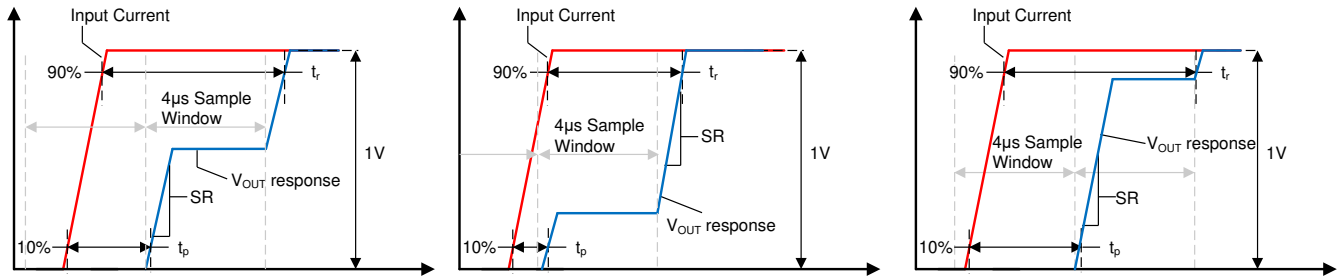

图 8-3. 小电流输入阶跃瞬态响应
压摆率 (SR) 定义为单个积分阶跃输出转换的  $V_{OUT}$  变化率，如图 8-3 所示。该器件通常需要两个采样窗口才能达到其最终值的 90% 完全稳定，因此该压摆率不等于完全输出摆幅的 10%-90% 转换时间。
传播延迟是输入电流波形达到其最终值的 10% 和  $V_{OUT}$  达到其最终值的 10% 之间的时长。该传播延迟在很大程度上取决于输入电流阶跃的对齐情况和 TMCS1108-Q1 的采样周期，如图 8-3 中几种不同采样窗口的情况所示。
响应时间是输入电流达到其最终值的 90% 和输出达到其最终值的 90% 之间的时长，这使输入电流阶跃足以在输出上引起 1V 转换。图 8-3 展示了 TMCS1108-Q1 在三种不同时间情形下的响应时间。除非在一个采样窗口开始时直接出现阶跃输入，否则响应时间将包括两个采样间隔。